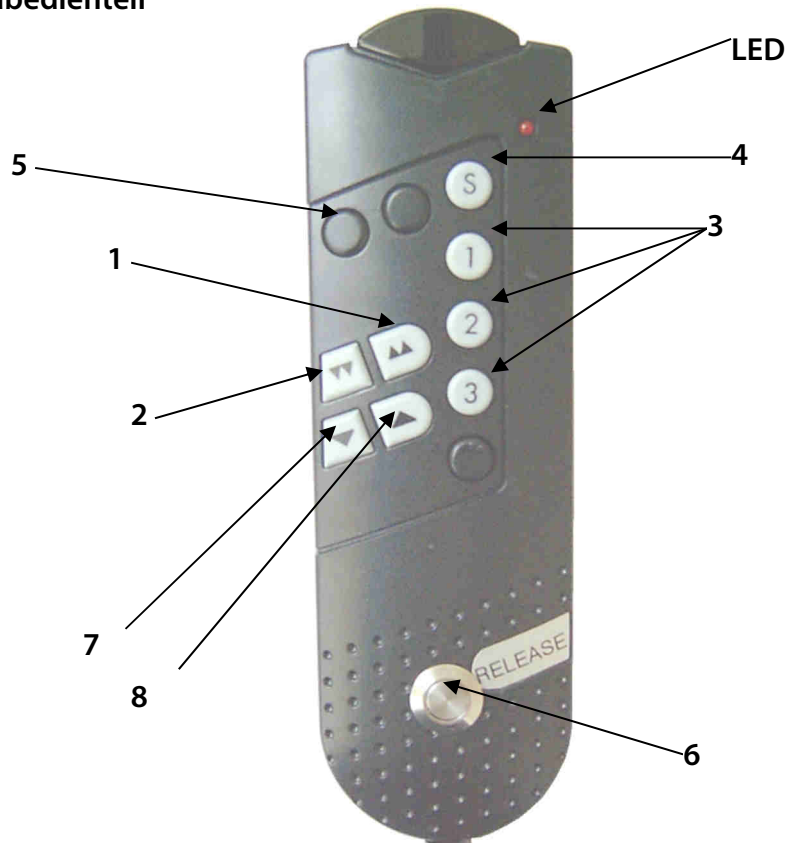

Abbildung 2-2
**Zum Ausführen einer Tischplatten Höhenverstellung ist es notwendig die Bewegungs-Freigabe Taste (Abb. 2-2/6) vor einer Bewegungs-Taste (Abb. 2-2/1, 2, 3 oder 7, 8) zu betätigen.**
**Zur Beendigung der Höhenverstellung zuerst die entsprechende Bewegungs-Taste (Abb. 2-2/1, 2, 3 oder 7, 8) loslassen und erst dann die Bewegungs-Freigabe Taste (Abb. 2-2/6) .**
Durch Drücken einer der Pfeiltasten ,  oder ,  (Abb. 2-2/1, 2 oder 7, 8 in Verbindung mit 6) kann die Tischplatte nach oben oder unten bewegt werden. In den Endpositionen werden die Antriebe automatisch angehalten.
Zum Abgleich muss die Taste „S“ (Abb. 2-2/4) dreimal gedrückt werden. Anschließend wird mit der schwarzen Taste (Abb. 2-2/5 in Verbindung mit 6) oben links die Tischplatte nach unten gefahren bis beide Hubsäulen automatisch in der untersten Position abschalten. Die Steuerung quittiert dies mit einem Piep Ton, jetzt sind die Säulen synchronisiert.
Die Freigabetaste (Abb. 2-2/6) loslassen.
Dreimal die Taste „S“ (Abb. 2-2/4) drücken und anschließend die Taste 1, 2 oder 3 (Abb. 2-2/3) betätigen, um die Position auf eine dieser Tasten abzuspeichern. Der Vorgang wird mit einem Piep-Ton bestätigt.